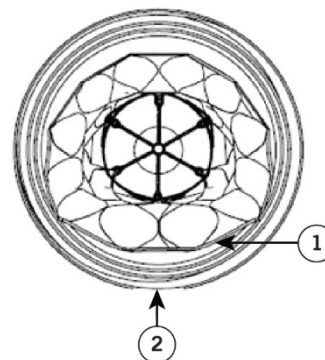

Figura 13. Vista desde arriba de la válvula en el embudo de carga
12. Introduzca el hilo a través del embudo de carga y el tubo de carga hasta que la válvula se asiente en el interior del embudo de carga. Alinee aproximadamente la cara anterior del manguito de la válvula (parte elevada) con el recorte del embudo de carga (figura 13).
32. Alinee la cara anterior del manguito de la válvula (parte elevada) con el recorte del embudo de carga (figura 13).